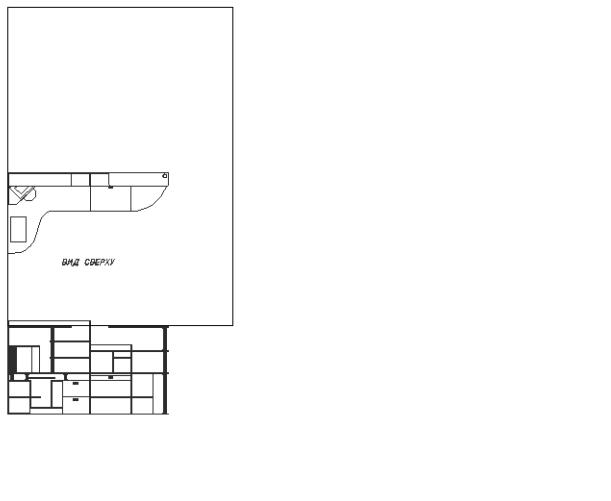

Рис. 10.18 ▼ Масштаб чертежа изменен так, чтобы были видны все текущие объекты, включая только что созданную границу формата
4. Воспользуйтесь инструментами **Панорамирование в реальном времени** (Pan Realttime) и **Зумирование в реальном времени** (Zoom Realttime) с целью обеспечения отображения в области черчения всех видимых объектов текущего чертежа (рис. 10.18).